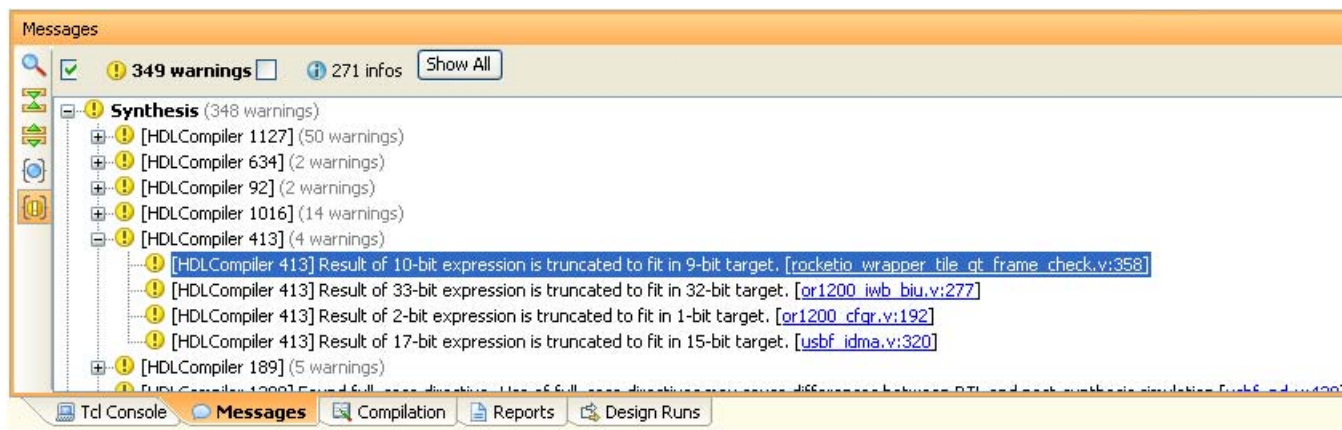

図 4-7 : [Messages] ビュー
メッセージは、さまざまなツールやプロセスからのメッセージを探しやすいように、カテゴリ別に表示されます。たとえば、合成済みデザインを開くと、[Messages] ビューは 図 4-7 に示すような表示になります。
- [Group messages by file] を使用すると、各ソース ファイルのメッセージが分類できます (117 ページの図 4-7)。